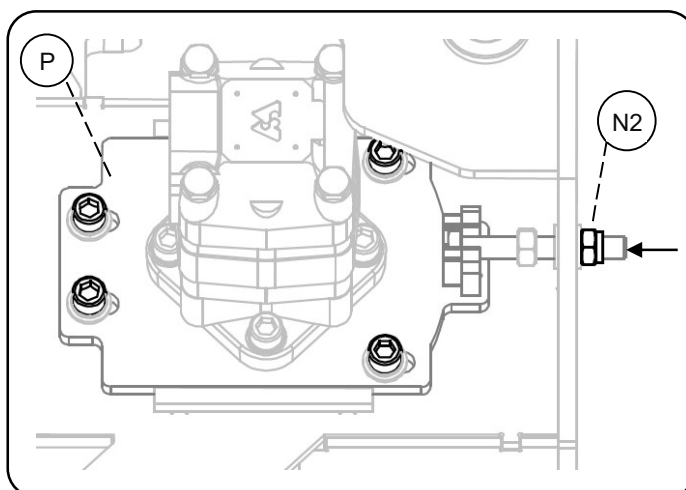

Bild.38
Steg 4, Bild.38: Lossa mutter (N2) ca 15mm, förflytta motorkonsolen (P) i pilens riktning så att kedjan slackar.